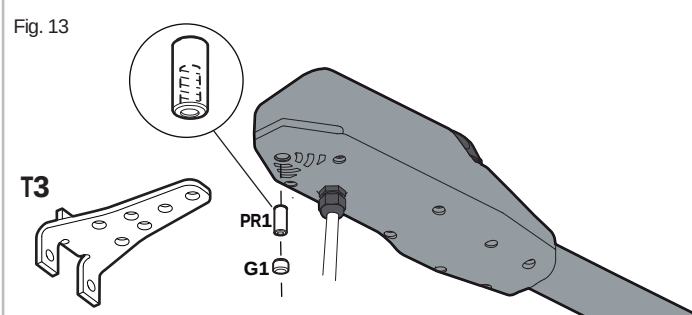

Fig. 13
- Fixez les vérins à la **patte pilier T3** à l'aide de la goupille (filetage vers le bas) et du grain fournis en dotation. (Fig. 13).